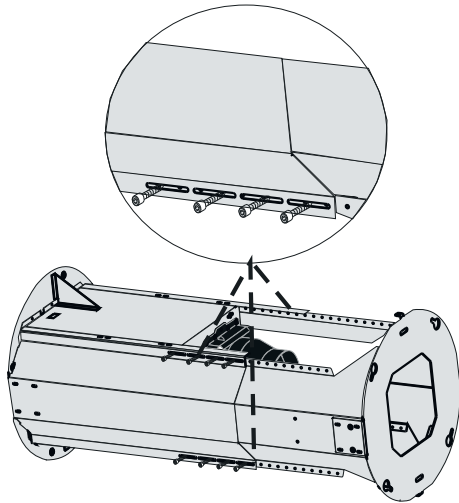

Fig. 11
**2.** → För att justera avståndet; lossa skruvarna som visas i (Fig. 11) och dra motorn som består av två delar in eller ut för att justera det till rätt läge. Skruva därefter tillbaka skruvarna i lämpliga håll.